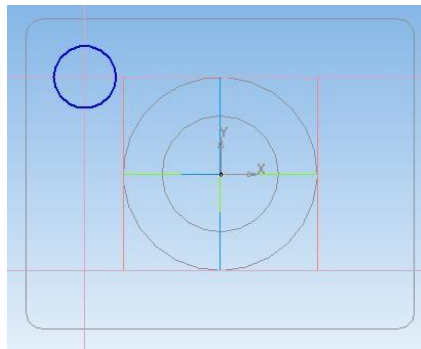

Рис. 5. Пример построения окружности
14. Постройте окружность **диаметром 16 мм** на расстоянии от оси Y – **35 мм**, X – **25 мм**, как показано на образце (рис. 5).